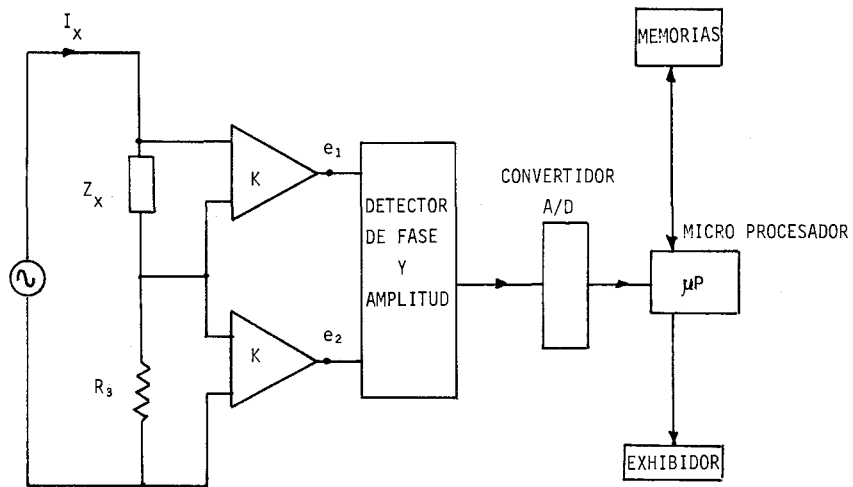

Figura 1
1.- CIRCUITO ELEMENTAL DE MEDICION.- La técnica de medición se muestra diagramáticamente en la figura 1. Un generador senoidal produce una corriente I_x a través del dispositivo bajo prueba Z_x y de un resistor estandar R_s en serie. Dos amplificadores con la misma ganancia K producen los voltajes $e_1 = KZ_x I_x$ y $e_2 = KR_s I_x$, lo que conduce a la expresión de la impedancia desconocida Z_x : --